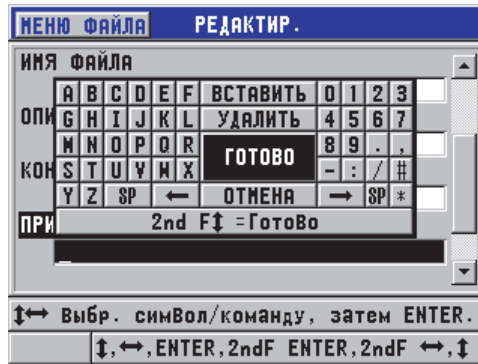

Рис. 6-29 Редактирование информации нового файла
2. В окне **РЕДАКТИР.** (см. Рис. 6-29 на стр. 126):